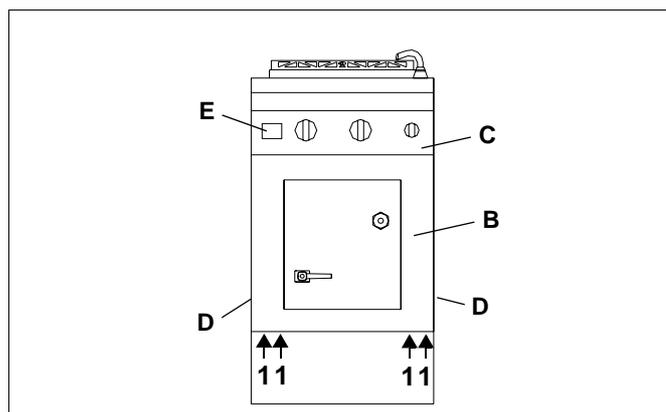

Fig.5 Vue d'ensemble
La plaque signalétique (E) figure à l'intérieur et à l'extérieur du panneau de commandes (C), à droite (Fig.5).
- ⇒ Desserrez les vis (5 / Fig. 5).